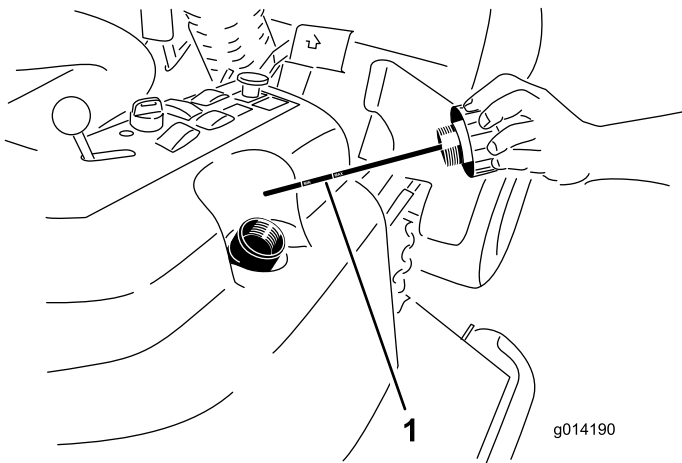

图51
4. 从加油颈上取下液压加油颈盖 **图51**。
5. 取出量油尺用干净的抹布擦拭 **图51**。
6. 将量油尺完全拧入加油颈然后再取出检查液位 **图51**。